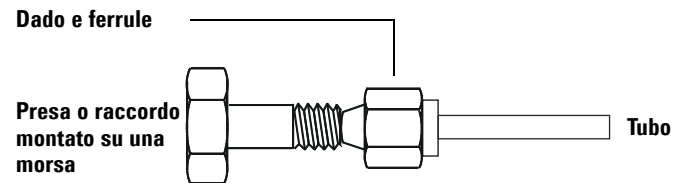

Figura 12 Montaggio del raccordo
- 3 Inserire il tubo nella presa in acciaio inossidabile (Figura 12).